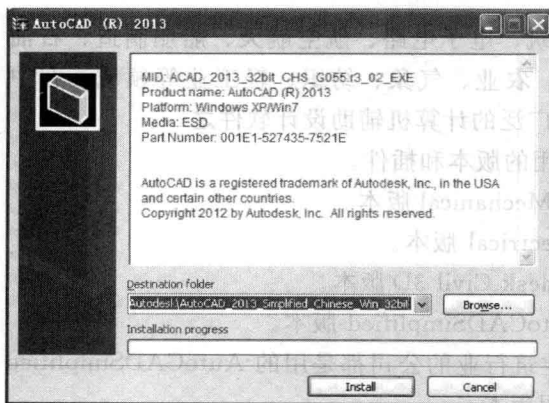
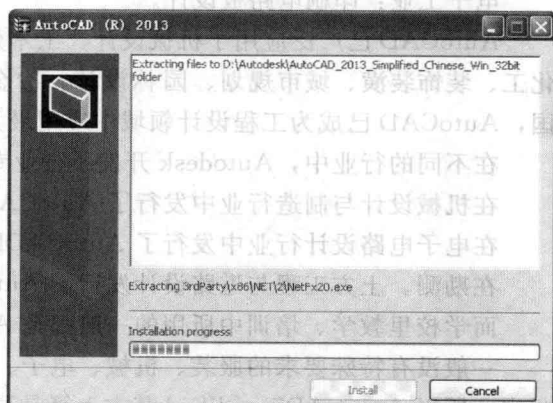

图 1-1-1 提示解压 AutoCAD2013 安装文件包界面
图 1-1-2 解压安装包文件
① 将 AutoCAD2013 中文版安装光盘放置在光驱内, 打开安装文件夹, 显示如图 1-1-1 所示的提示解压 AutoCAD2013 中文版安装文件包界面。
② 单击图 1-1-1 所示的 Install 按钮, 解压 AutoCAD2013 安装文件包, 如图 1-1-2 所示。